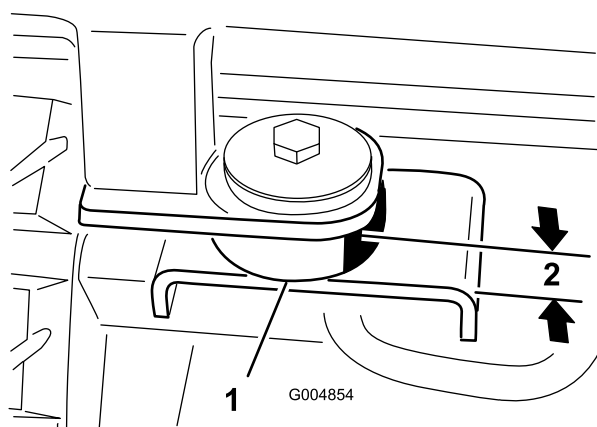

Figure 25
11. Sur les point de montage arrière, fixez la cabine à la machine au moyen d'un boulon (1/2 x 3 po), d'une rondelle d'acier (1/2 x 2-1/2 po), d'une rondelle de caoutchouc (1/2 x 2-1/2 po) et d'un écrou (1/2 po) (Figure 25). Serrez les quatre boulons de fixation de la cabine jusqu'à ce que les supports en caoutchouc soient comprimés à 2,2 cm (7/8 po) d'épaisseur.